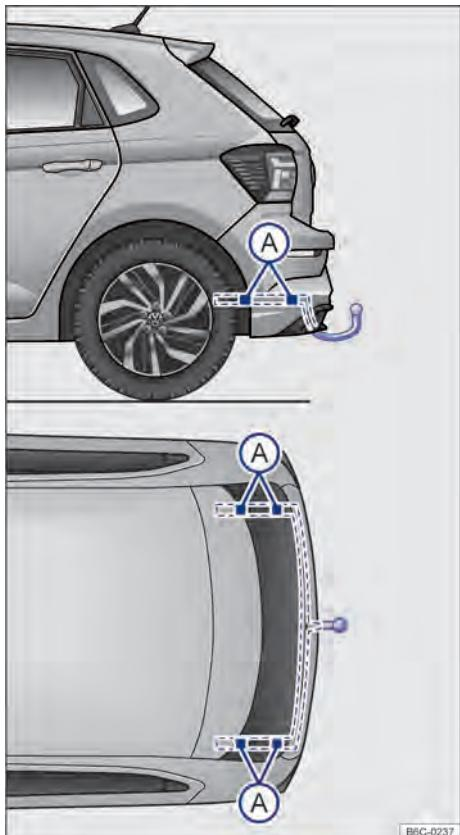

Fig. 157 Pontos de fixação para instalar um dispositivo de reboque posteriormente.
A figura → **Fig. 157** ilustra, como exemplo, o ponto de fixação para instalar um dispositivo de reboque do modelo Polo.
A montagem posterior de um dispositivo de reboque deverá ser efetuada de acordo com as instruções do respectivo fabricante do engate, sempre respeitando os pontos de fixação indicados na → **Fig. 157** (A).